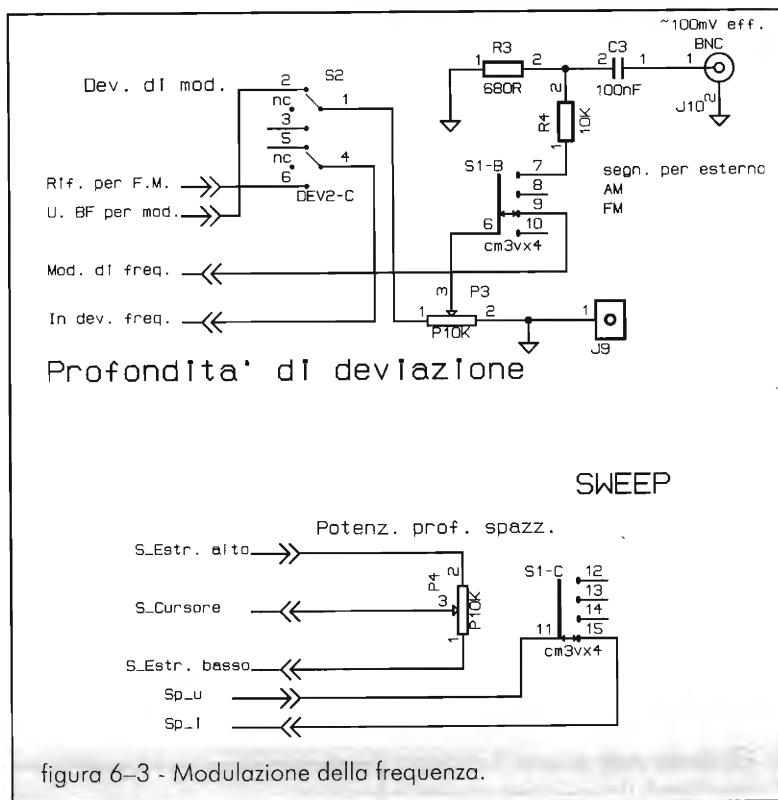

figura 6-3 - Modulazione della frequenza.
Non importa su quale frequenza o gamma ci troviamo. Modo operativo: modulazione di frequenza; commutatore S1 di figura 6-3 su FM.
- d Inseriamo in R37 la componente continua generata da Q3 (deviatore S2 di figura 6-3 su posizione inferiore a schema).
- c Mettere S2 a pannello sulla "modulazione nulla": posizione centrale di schema a figura 6-3 e notare che la frequenza segnata al frequenzimetro sia quella voluta (es.: 10.7MHz)
Ogni valore inferiore lo otteniamo ruotando proporzionalmente il potenziometro di modulazione, P1 di figura 6-3, (es.: a fondo scala, potenziometro su "10" = 130kHz, col potenziometro P1 di figura 6-3 alla posizione "2" = 26kHz [ $0.2 \times 130 = 26$ ]).